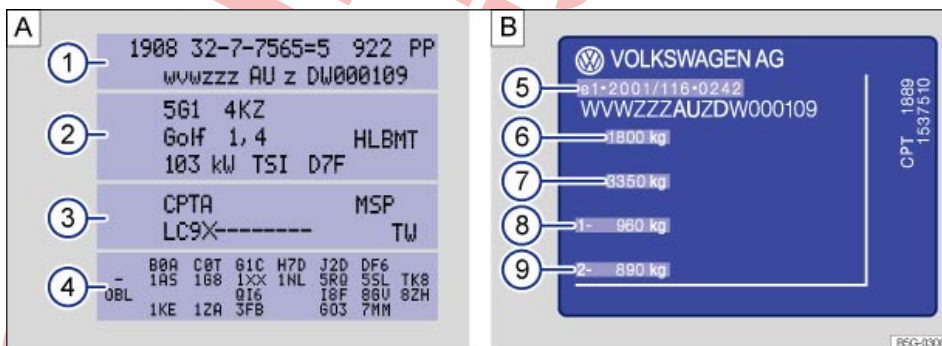

Fig. 54 **A** Portadatos del vehículo: en la figura, por ejemplo, con letras distintivas del motor CPTA **3**. **B** Placa de modelo.
El portadatos del vehículo ⇒ fig. 54  va pegado en la pared trasera del maletero, detrás del guardaneco, y en él figuran los siguientes datos:
- ① Número de identificación del vehículo (número de bastidor)
- ② Modelo, potencia del motor y caja de cambios
- ③ Letras distintivas del motor y del cambio, referencia de la pintura, equipamiento interior. En el ejemplo, las letras distintivas del motor son "CPTA" ⇒ fig. 54.
- ④ Equipamientos opcionales, números PR
La placa de modelo ⇒ fig. 54  se encuentra en la parte inferior del montante de la puerta del conductor. Se ve abriendo esta puerta. Los vehículos destinados a determinados países no llevan placa de modelo.